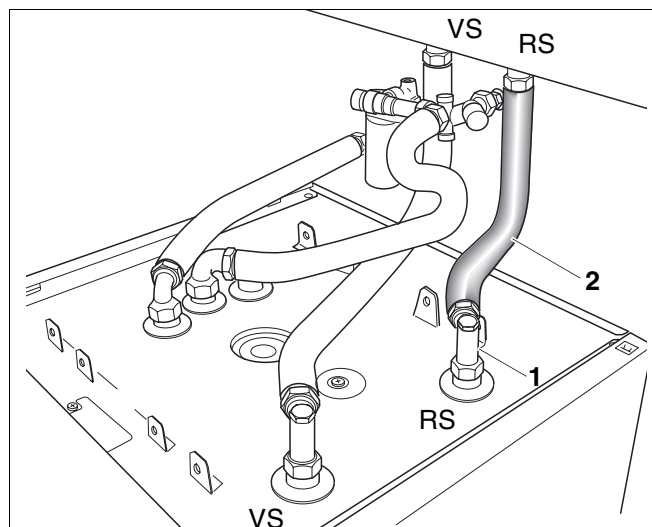

Abb. 9 Wellschlauch an Speicherrücklauf montieren
- In die Winkelverschraubung (Abb. 9, **Pos. 1**) die Dichtung einlegen.
- Winkelverschraubung (Abb. 9, **Pos. 1**) am Rücklauf des Speicher-Wassererwärmers schrauben und ausrichten (ca. 45° nach links, siehe Abb. 9).
- Wellschlauch (Abb. 9, **Pos. 2**) mit den Überwurfmuttern und eingelegten Dichtungen zwischen die Winkelverschraubung des Rücklaufs am Speicher-Wassererwärmer und am Rücklauf des Heizkessels schrauben.